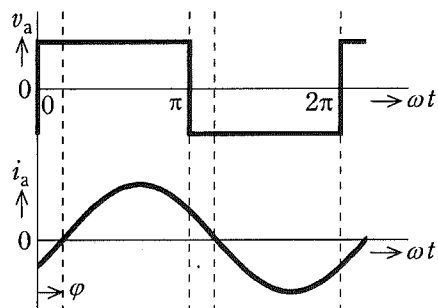

図2 直流中間点 E を基準とした a 相の出力電圧 v_a , 及び負荷電流 i_a の波形
問3 図1に示すように、三相 IGBT インバータで負荷に電流を供給する動作を考える。図2に直流中間点 E を基準とした a 相の出力電圧 v_a 、及び負荷電流 i_a の波形を示す。この図のように、インバータは 1 パルス運転でも負荷電流 i_a は正弦波とみなすことができるとする。このとき、次の問に答えよ。
- (3) 補償器を $C(s) = K_2 \frac{s+1}{s+10}$ に選ぶとき、この補償器の名称を答えよ。
- (4) 上記(3)において、 $K_2 = 10$ のとき、補償器のゲイン(利得)特性の概形を折れ線近似で図示せよ。図2を答案用紙に書き写して答えよ。
- (5) 一般に、上記(3)の補償器により改善できるフィードバック制御系の代表的な性能を述べよ。